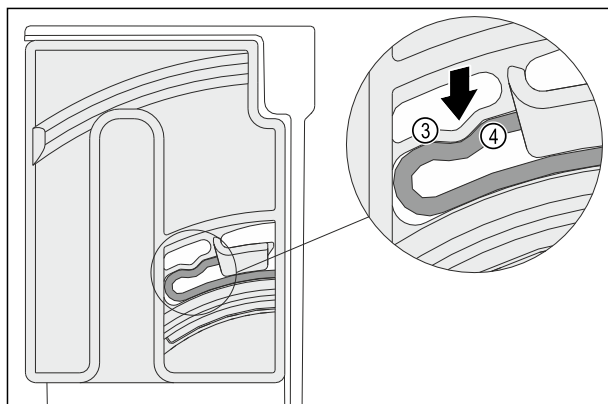

Fig. 125
- Vous entendrez l'élément élastique Fig. 125 (3) de l'unité de rotation s'enclencher dans la forme ronde de la nervure Fig. 125 (4).